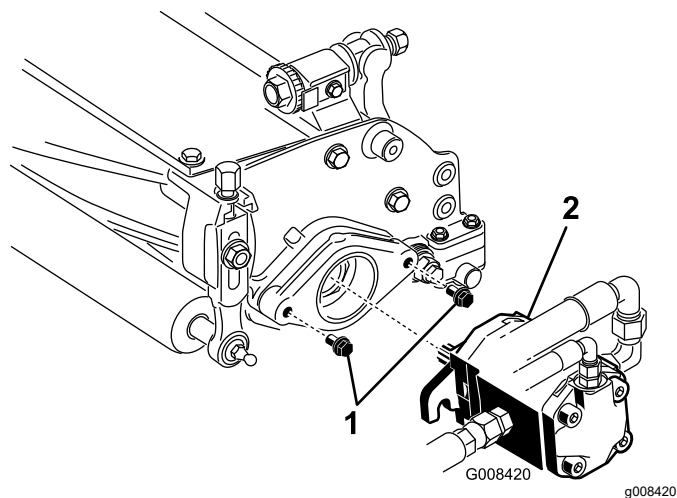

Figura 8
7. Asigurai-vă că există aproximativ 13 mm de filet expus pe fiecare urub de montare a motorului de acionare a cilindrului (Figura 8).
8. Acoperii arborele canelat al motorului cu lubrifianț curat i instalai motorul, rotindu-l în sensul acelor de ceasornic, astfel încât flanele motorului să se îndepărteze de tifturi. Rotii motorul în sens invers acelor de ceasornic până când flanele înconjoară tifturile (Figura 8).
9. Strângei uruburile de montare (Figura 8).